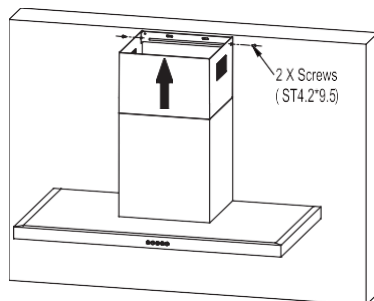

Fig.9
- Fixe a extensão da chaminé. Veja a Fig.9.